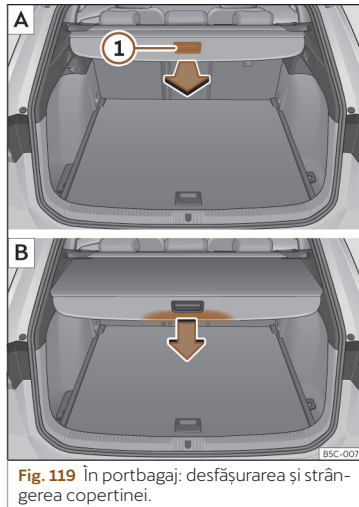

Fig. 119 În portbagaj: desfășurarea și strângerea copertinei.
- Trageți uniform spre înapoi de mânerul copertinei portbagajului»» **fig. 119** ① [A], până se fixează cu un clic în poziție.
- Pentru eliberare, apăsați mânerul copertinei portbagajului în direcția indicată de săgeată»» **fig. 119** [B].